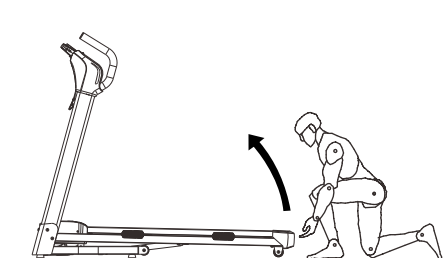

図1
1) トレッドミルを折りたたむ: トレッドミルを折りたたむと、スペースを節約することができます。折りたたむ前に、電源スイッチを切り、プラグを抜き、ランニングプラットフォームがエアスプリングスリーブで動かなくなるまで手で持ち上げてください。(図1を参照)
膝を少し曲げ、ゆっくりと体を曲げて背中と肩の力を抜いてください。そして、手でつま先を触ってみてください。10～15秒キープし、脱力します。これを3回繰り返します。(図1参照)